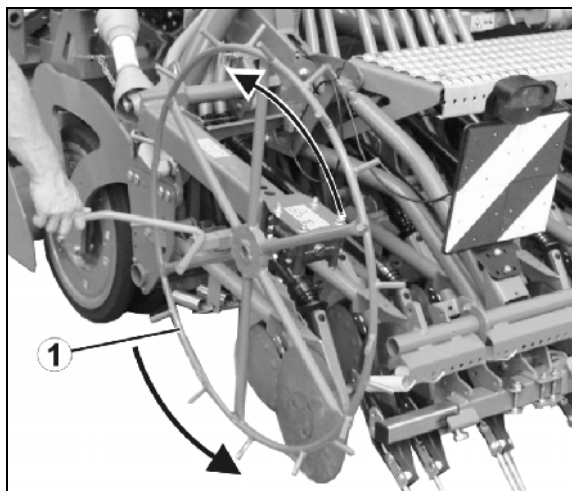

Рис. 107
7. Вставьте рукоятку для установки нормы высева (Рис. 107/1) в колесо с почвозацепами (Рис. 107/2).